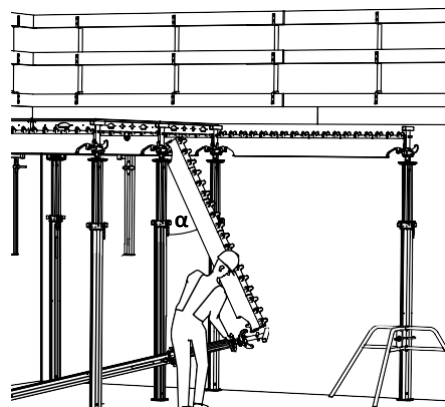

Fig. A4.12
1. Закрепете трегера SLT 225 (2) към падащата глава.
2. Свържете подпората към падащата глава и трегера. (Fig. A4.12)